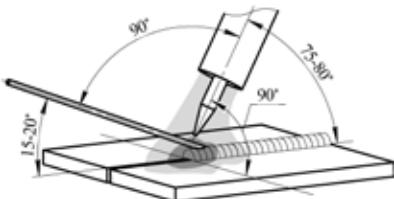

Рис. 8.5. Угол наклона горелки.
Сварку обычно выполняют справа налево. При сварке без присадочного материала электрод располагают перпендикулярно к поверхности свариваемого металла, а с присадочным материалом - под углом. Присадочный пруток перемещают впереди горелки (см. рис. 8.5).
**При аргонодуговой сварке также следует не забывать про противоположный угол наклона горелки (см. рис. 8.5) - это влияет на формирование сварочного шва. Страйтесь держать горелку под углом 90° (по отношению к линии шва).**